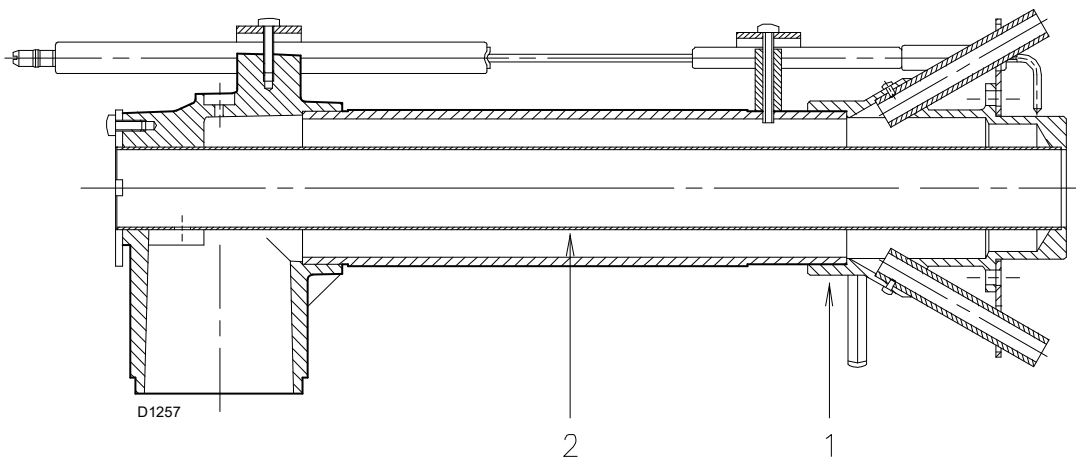

Fig. 1
- sustituir el grupo distribuidor 1)(Fig. 1) por aquel adecuado para el funcionamiento con GPL que se suministra;
- sustituir la tuerca 3) - 4)(Fig. 1) que se suministra.